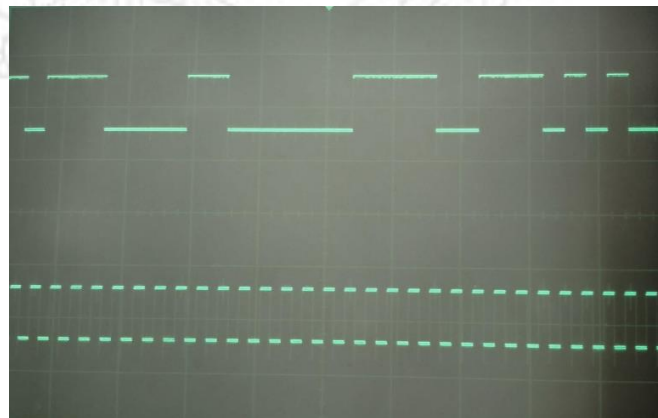

Figura 4.3 Comparación entre TP43 y TP42.
8. Analizar las señales en la salida del CODEC (PCM Out) (TP43) y en Tx Bit Clock (TP42). Observar la correspondencia entre periodos de reloj e intervalos de bit (Figura 4.3).